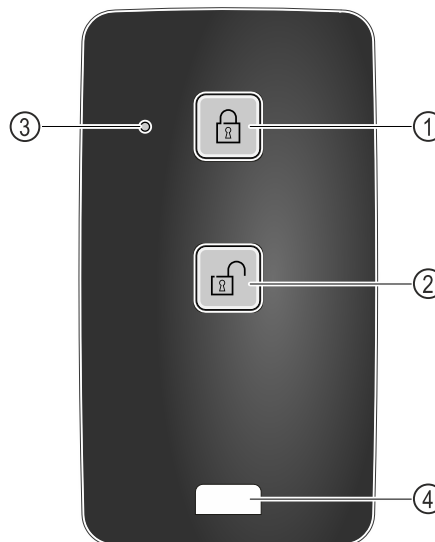

Fig. 249
- (1) Slēdzenes aizslēgšana
- (2) Slēdzenes atslēgšana
- (3) Statuss LED lampiņa
- (4) Stiprinājuma cilpa
- Nospiediet taustiņu Fig. 249 (1) tālvadības pultī.
- Nospiediet taustiņu Fig. 249 (2) tālvadības pultī.
- Statusa LED lampiņa Fig. 249 (3), nospiežot taustiņu, raida optisku atbildes signālu.
- Cilpa Fig. 249 (4) tālvadības pulsts piestiprināšana, piemēram, pie atslēgu saišķa.